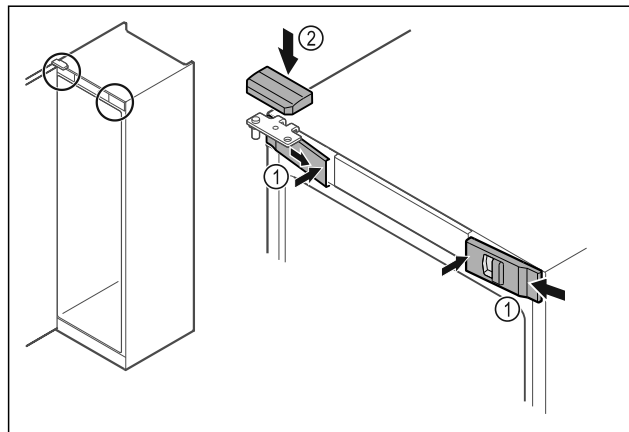

Fig. 37
- ▶ Akassza be oldalt az előső burkolatokat Fig. 37 (1), és belül pattintsa be.
- ▶ Felülről pattintsa be a felső burkolatot Fig. 37 (2).